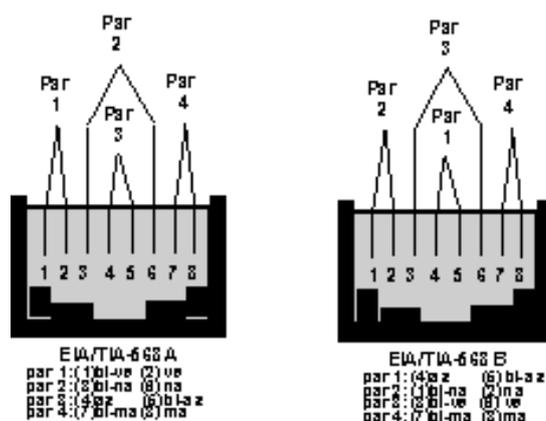

Figura 1: Esquema del conector RJ-45
La diferencia entre los dos esquema que muestra la figura 1 está en el color que se utiliza para cada par.
- En la figura 1 vemos que los 8 hilos se agrupan en 4 pares.